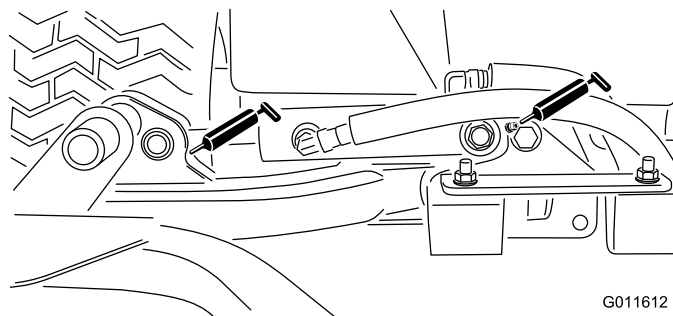

Figura 48
- Cilindri del braccio di sollevamento degli elementi di taglio (2 cad.) (Figura 48)
- Perni dei bracci di sollevamento (1 cad.) (Figura 48)